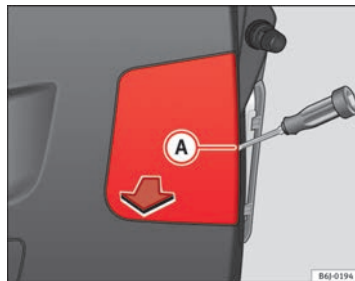

Fig. 181 Luzes na porta do porta-bagagens
- Retire essa tampa com a ajuda de uma chave de fendas, inserindo-a na ranhura indicada (A) ⇒ Fig. 181. ■